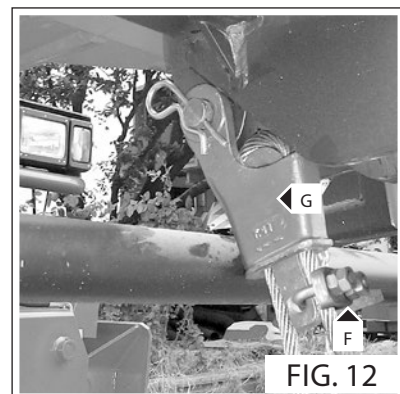

FIG. 12
- Avvitare il morsetto di sicurezza fune al ferma cavo (Fig. 12 - Rif. F).
- Montare il ferma cavo nell'apposito alloggiamento sotto le pulegge guida fune (Fig. 12 - Rif. G).
- Screw the safety clamp back on the cable clamp (Fig. 12 - Ref. F).
- Fit the cable clamp in its housing under the rope guide pulley (Fig. 12 - Ref. G).
- Skru wiresikkerhedsklemmen på wireholderen (Fig. 12 - ref. F).
- Montér wireholderen i lejet under remskiverne til styring af wiren (Fig. 12 - ref. G).